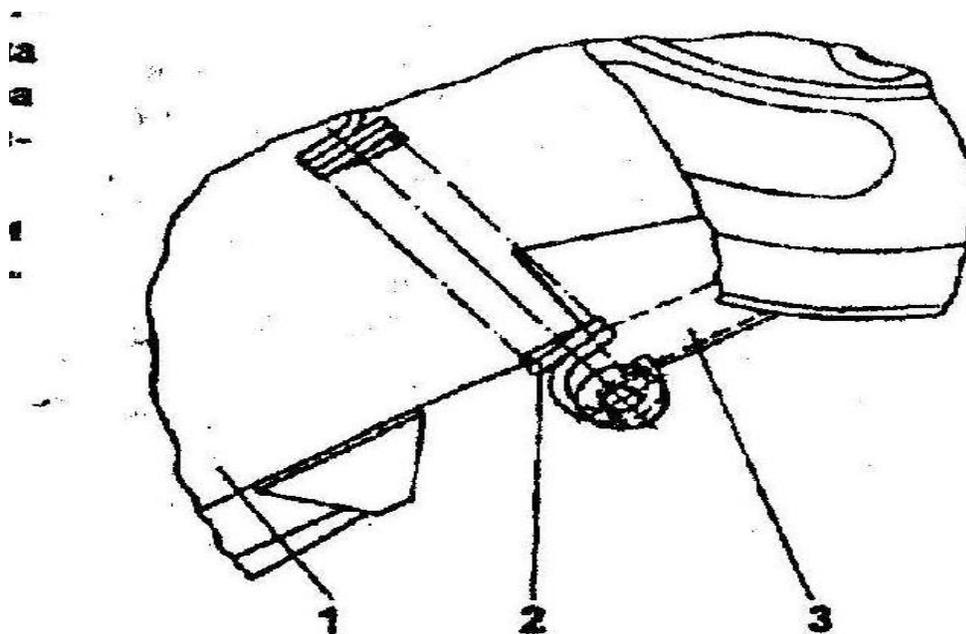

Рис. 14. Крепление уплотнительного щитка между наклонной камерой и молотилкой:
3) установите уплотнительный щиток 3 (рис. 14), закрепив его пружинами 2;